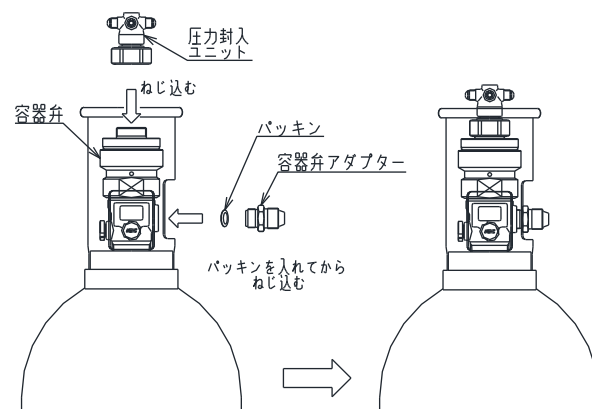

図5. 圧力封入ユニット・容器弁アダプターの取付
- (2) 本体に貯蔵容器を据え付ける前に、図5の様に「圧力封入ユニット」と「容器弁アダプター」を貯蔵容器に取り付けてください。